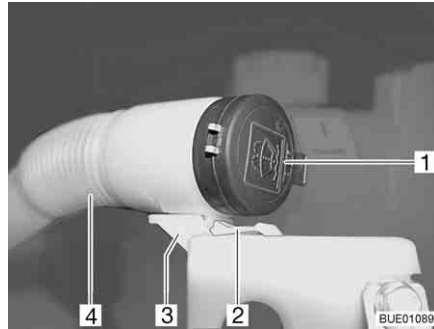

Bild 43 Einfüllstutzen Waschwasserbehälter
- Nase (Bild 43,2) nach unten drücken und gedrückt halten.
- Den flexiblen Schlauch (Bild 43,4) nach vorn aus der Halterung (Bild 43,3) ziehen.
- Den Deckel (Bild 43,1) vom Einfüllstutzen des Waschwasserbehälters abnehmen.